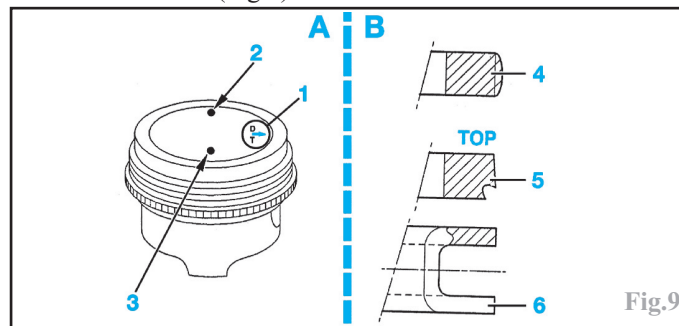

Fig.9
Les pistons sont disponibles en 3 classes repérées par les lettres A, B et C frappées sur la tête du piston (Fig.9). Un autre repère est également frappé sur la tête du piston. Il indique l'appariement avec l'axe.
À la repose, orienter la flèche (1) gravée sur la tête des pistons vers la distribution (Fig.9).
- 1 segment coup de feu avec profil bombé (4) (Fig.9).
- 1 segment d'étanchéité avec profil conique en "bec d'aigle" (5).
- 1 segment racler avec expandeur (6).